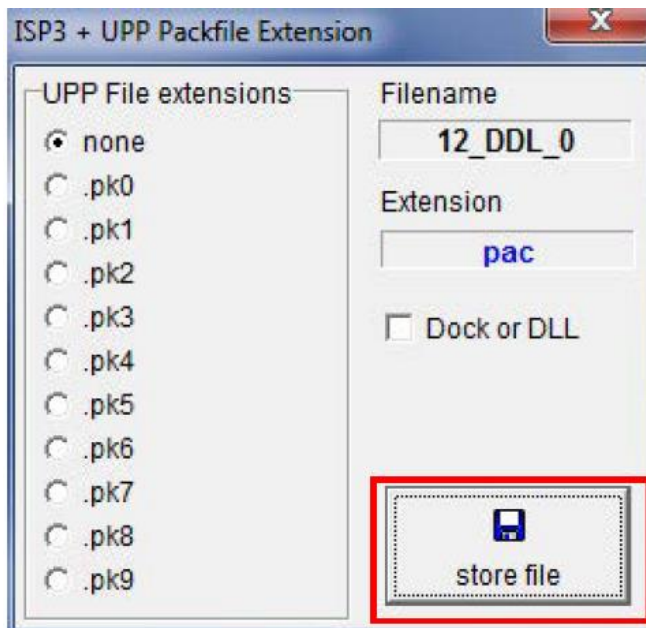

Рисунок 17
2.2.14 Подтвердите, нажав кнопку «store file» (рисунок 17).